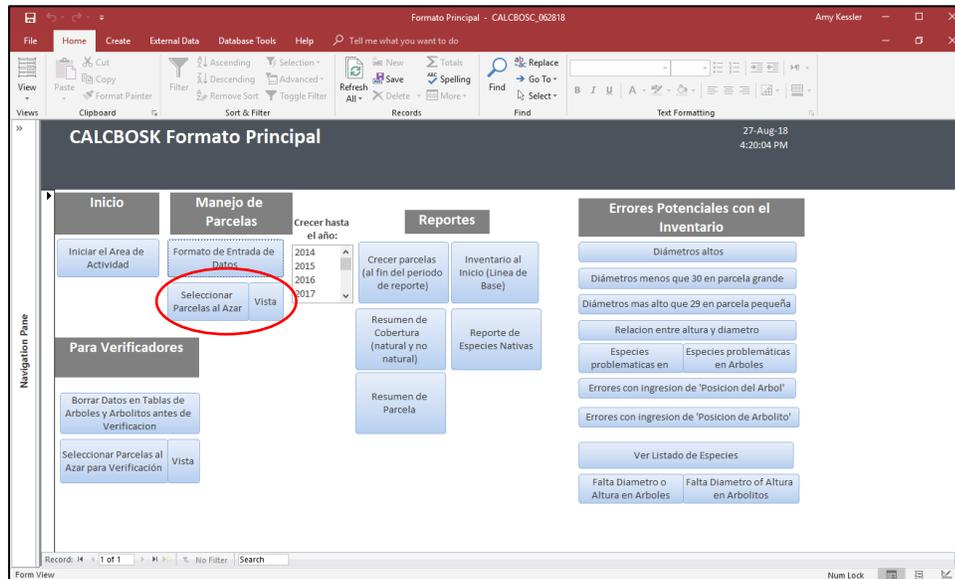

Figura 26. Seleccionar Parcelas al Azar
- 4.1 En el [Formato Principal], dar clic en el botón [Seleccionar Parcelas al azar] (Figura 26)